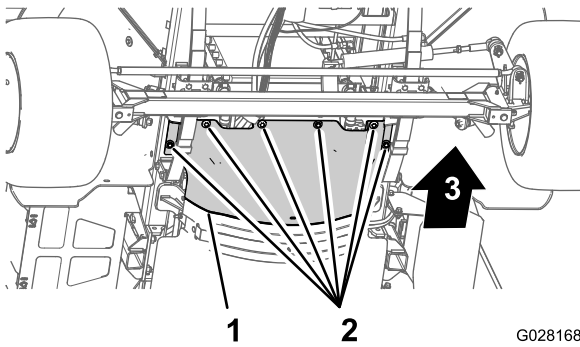

Figura 56
3. Rimuovete i 6 bulloni a testa esagonale e le 6 rondelle che fissano lo schermo termico anteriore avanti allo chassis e rimuovete lo schermo (Figura 56).